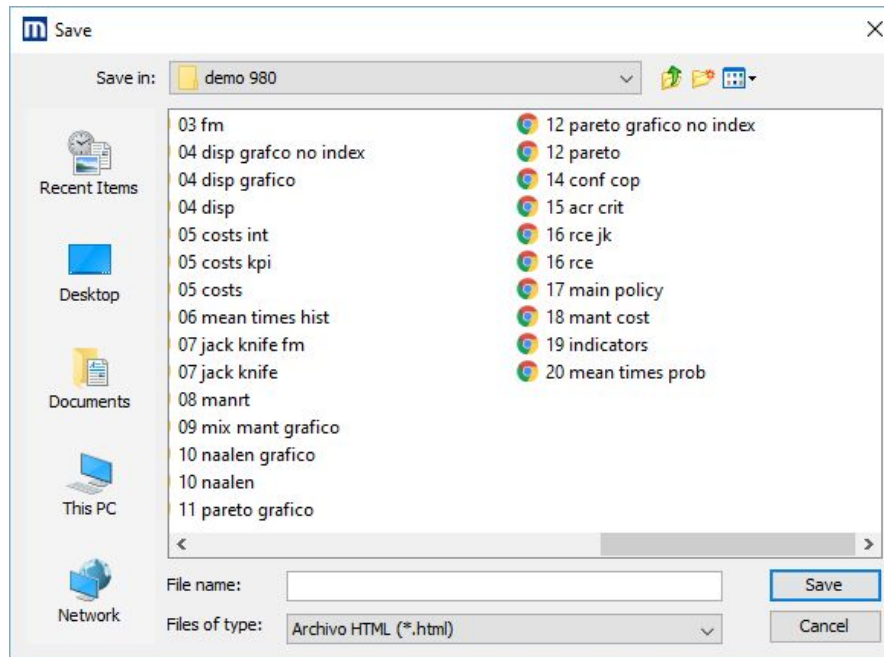

Ilustración 6: Exportación Reporte
- **Exportación del reporte a archivo:** Luego de configurar los períodos según se requiere, seleccionar la visualización de gráficos deseada e incluir las observaciones pertinentes se puede proceder a exportar el reporte de la lista seleccionada en formato HTML o XLS. Se pueden realizar varias exportaciones según los formatos que se requieran . Si la exportación es exitosa se muestra un mensaje de confirmación (Ver Ilustración 6).